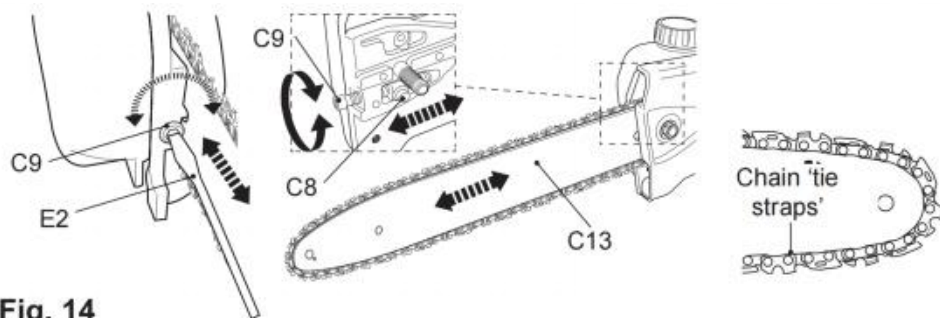

Fig. 14
3) Avvitare la vite di tensione (C9) in senso orario o antiorario per regolare il perno di tensione (C8) / la barra di guida (C13) finché le "cinghie" della catena non toccano appena il bordo inferiore della barra di guida (Fig. 14).